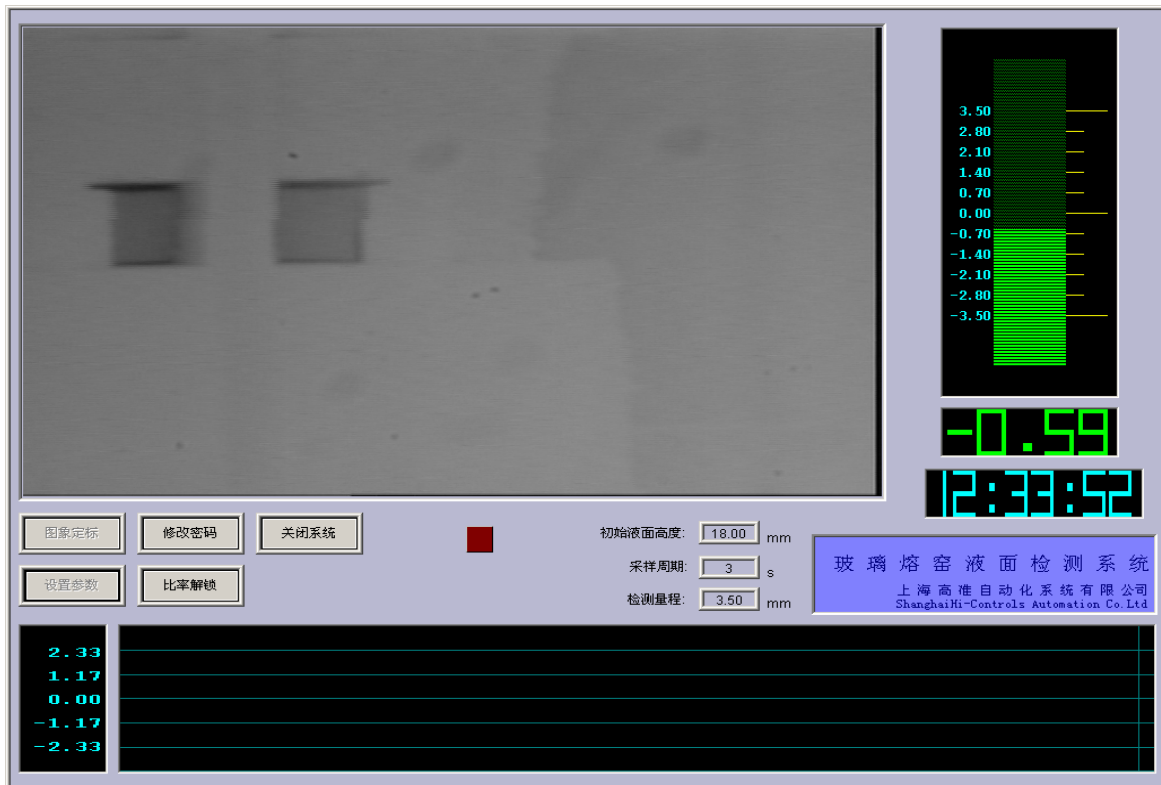

图 10
4. 系统在完成初始化后开始检测液位的偏差变化。在偏差显示区以动态的棒状图显示当前的液位变化并在其下方显示当前的偏差值,当其偏差值超出量程范围时,动态棒状图则由绿色变为红色。在趋势区显示当前一小时偏差趋势记录。如图 10: